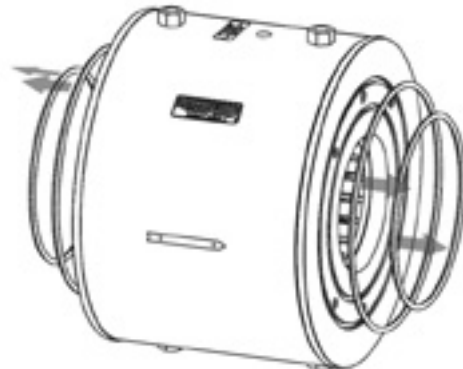

Abbildung 10 – Entfernen Sie alle 4 O-Ringe der Abdeckplatte.
6. Entfernen Sie die O-Ringe der Abdeckplatte, wie in Abbildung 10 unten gezeigt.